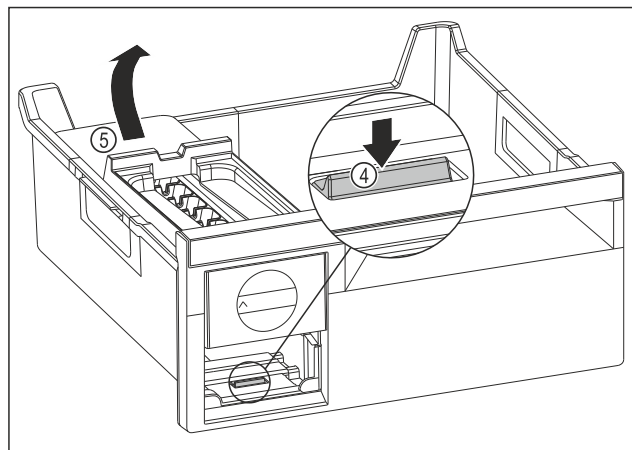

Fig. 144
- Вийняти корпус EasyTwist-Ice: натиснути накладку Fig. 144 (4) пальцем вниз і одночасно підняти корпус EasyTwist-Ice Fig. 144 (5) ззаду іншою рукою.